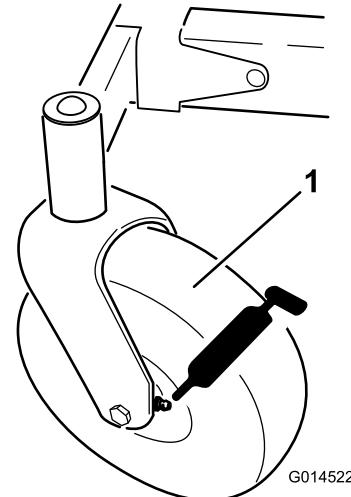
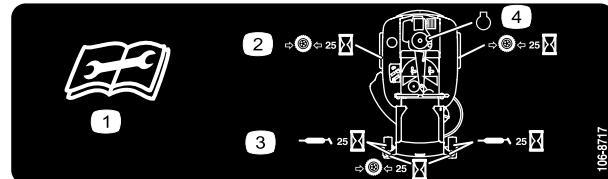

Figura 35
Figura 36
3. Limpe os encaixes de lubrificação (Figura 35 e Figura 36) com um trapo.
- Ligue uma pistola de lubrificação ao encaixe (Figura 35 e Figura 36).